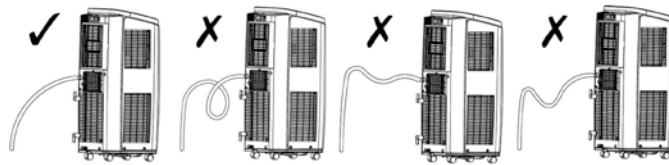

Figura 17
- 5 Evitare di immergere il tubo di scarico nell'acqua e orientarlo sempre verso il basso (vedere la figura 17).